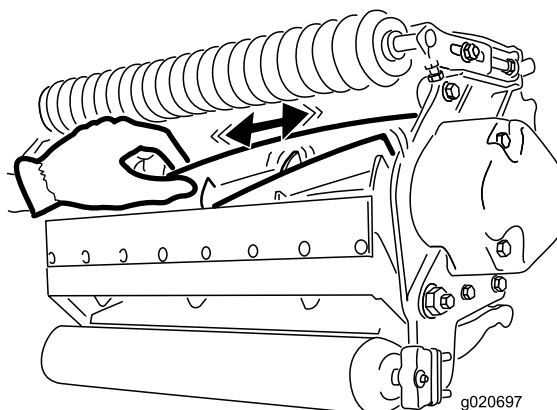

Figura 32
2. Utilizzando uno straccio o un guanto ben imbottito, bloccate la lama del cilindro e tentate di spostare il gruppo cilindro da lato a lato (Figura 32).